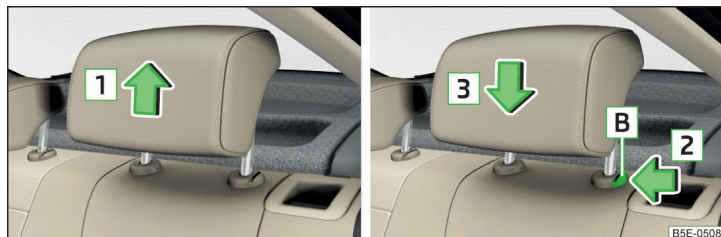

Fig. 72 Tetierele spate: deplasarea în sus/deplasarea în jos
- Prindeți tetiera și deplasați-o **înspre în sus** în sensul săgeții » fig. 72.